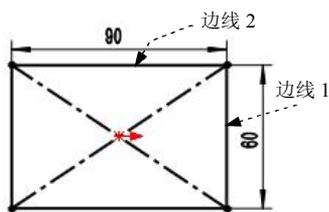

图 1.3.1 创建参考实体
Step3. 绘制参考实体。在正视于上视基准面的 3D 草图环境中绘制图 1.3.1 所示的矩形，并添加几何约束和尺寸约束（约束边线 1 沿 Z 方向，边线 2 沿 X 方向，约束矩形中心与坐标原点重合）。